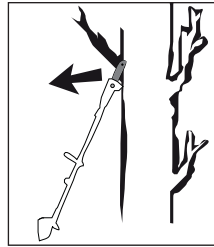

Abb. 2
- Rückschlag kann auftreten, wenn die Spitze der Führungsschiene 23 einen Gegenstand berührt oder wenn das Holz sich biegt und die Sägekette 17 im Schnitt festklemmt (siehe Abb. 2).